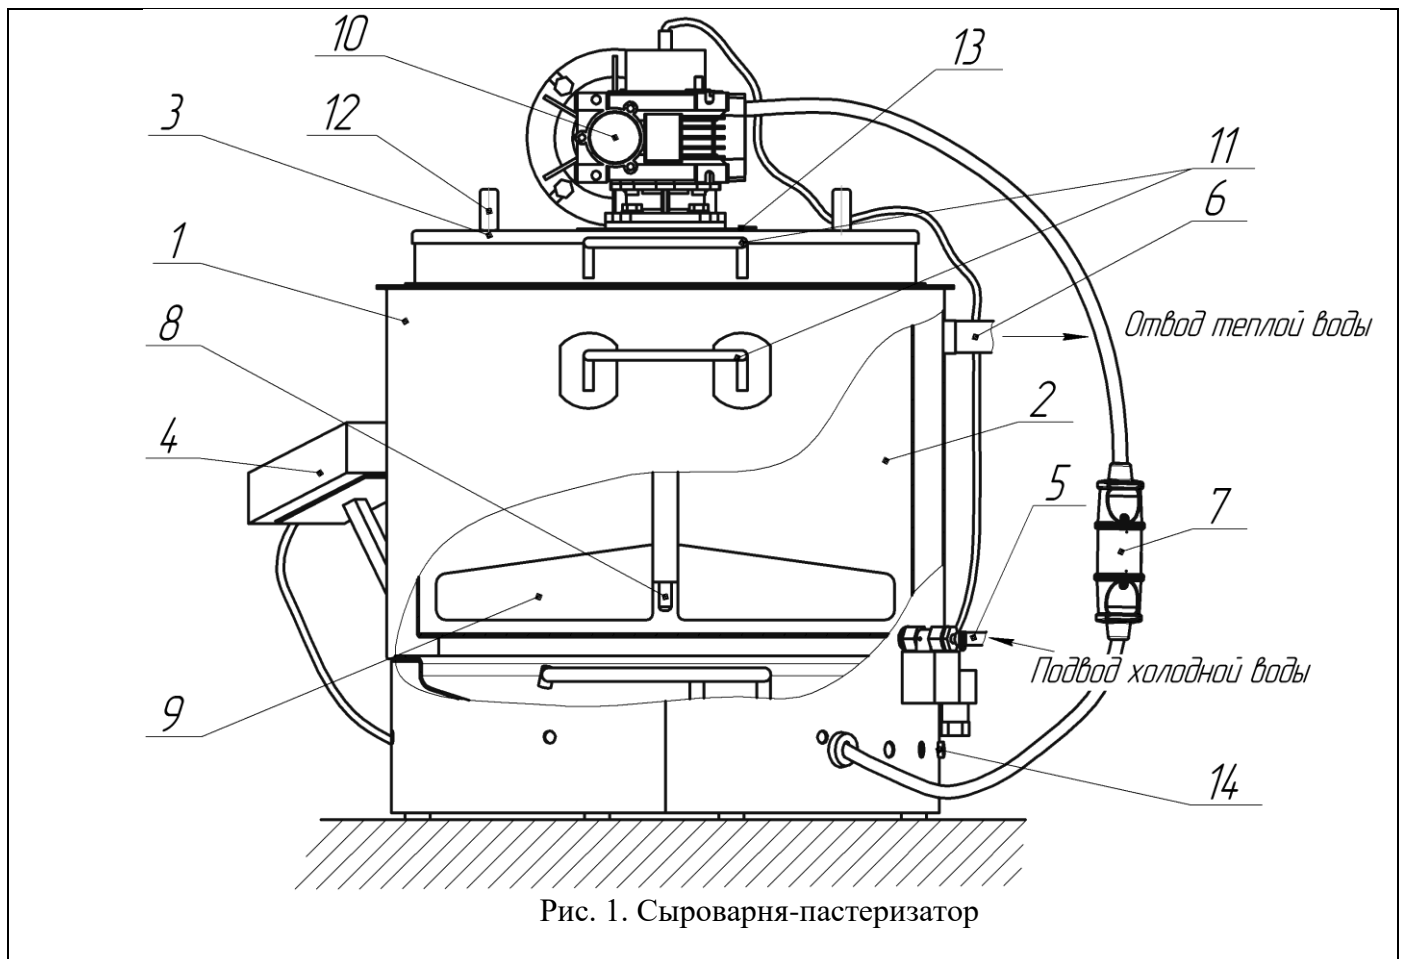
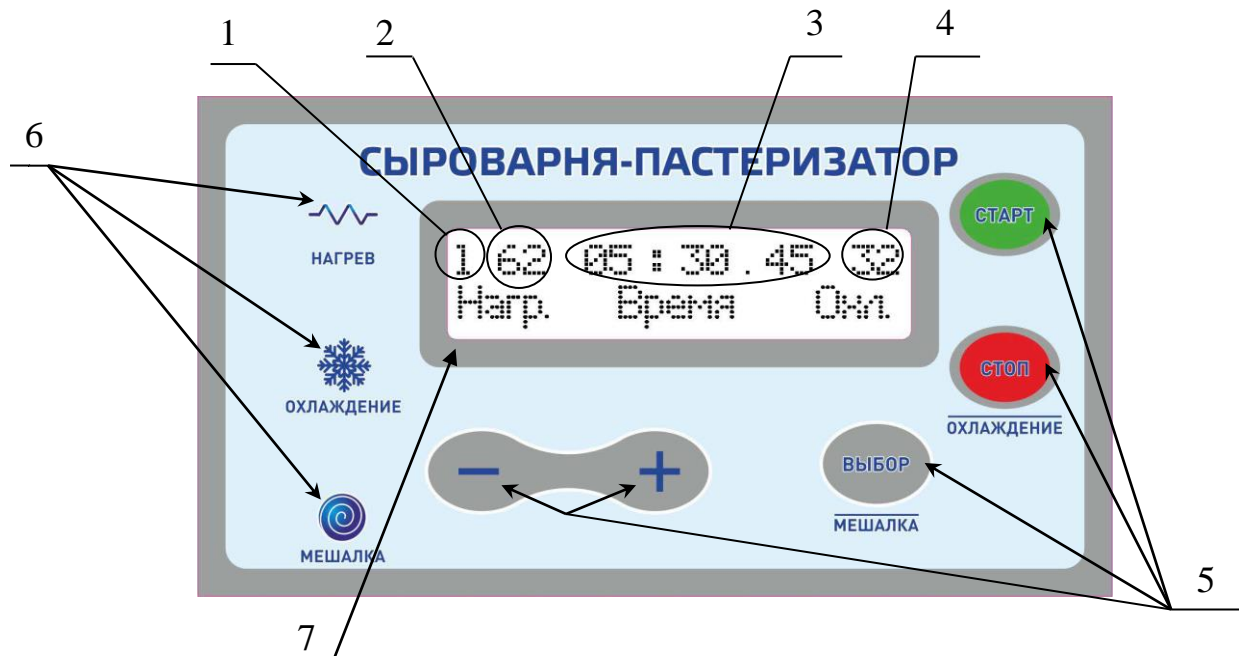

Рис. 1. Сыроварня-пастеризатор
Рис. 2. Лицевая панель ЭБУ
5.1 ЭБУ (рис. 2) предназначен для автоматизации процесса приготовления продуктов в сыроварне-пастеризаторе.
5.3 Кнопки управления (поз.5 рис.2):
5.4 Органы индикации единичные индикаторы поз. 6 (рис. 2) и жидкокристаллический дисплей
поз. 7 (рис. 2):
1) Вся информация отображается на жидкокристаллическом дисплее поз.7 (рис. 2).
2) Единичные индикаторы (поз.6 рис.2):
6.2 Установить сыроварню-пастеризатор на устойчивую ровную горизонтальную опору (рис.1).
6.3 Закрепить ЭБУ 4 (рис.1) на корпусе 1 (рис.1) сыроварни-пастеризатора и соединить разъём на ЭБУ с ответной частью разъёма на корпусе.
6.4 Надеть конец шланга для подачи холодной воды на штуцер 5 (рис.1), второй конец шланга подключить к сети водоснабжения и закрепить шланг хомутами. Надеть сливной шланг на штуцер 6 (рис.1) и закрепить хомутом, **установить его таким образом, чтобы свободный конец сливного шланга был на 40 см ниже сливного штуцера, сливной шланг не должен содержать изгибов и витков. Запрещено перекрывать верхний сливной штуцер и сливной шланг!**
6.6 В зависимости от выбранной рецептуры залить необходимое количество молока во внутреннюю емкость 2 (рис.1), но не более чем 35л, при максимальном наполнении уровень молока должен быть на 3см ниже верхней кромки внутренней емкости. При необходимости использования в работе мешалки или лиры на вал мотора-редуктора 10 (рис. 1), закрепленного на крышке, устанавливается либо мешалка, либо лира.
6.7 Закрыть внутреннюю емкость 2 (рис.1) крышкой 3 (рис.1).
6.8 Подключить питание мотора-редуктора 10 (рис.1) к выносной розетке на корпусе сыроварни-пастеризатора 7 (рис.1).
6.9 Установить датчик температуры 8 (рис.1) в полый вал мотора-редуктора 10 (рис.1).
6.11 **Перед тем как приступить к работе, необходимо заполнить водой внешнюю емкость 1 (рис. 1) (создав таким образом «водяную рубашку») до момента перелива воды через сливной шланг!** Для этого нужно нажать и удерживать кнопку «СТОП/ОХЛАЖДЕНИЕ» (5 рис. 2) пока не загорится индикатор «ОХЛАЖДЕНИЕ» 6 (рис. 2). Когда из сливного шланга польется вода кратковременно нажать кнопку «СТОП/ОХЛАЖДЕНИЕ», индикатор «ОХЛАЖДЕНИЕ» погаснет.
6.12 На дисплее ЭБУ поз. 7 (рис. 2) выводится меню задания режимов работы. **Меню содержит пять режимов, каждый режим состоит из задаваемых трех параметров: температуры нагрева, времени выдержки и температуры охлаждения.** При работе сыроварни-пастеризатора можно использовать как один режим, так и несколько (максимум 5 режимов), для приготовления нужного продукта.
– выбираем режим номер «1», для этого кнопкой «ВЫБОР» помещаем курсор в поз. 1 (рис. 2) и кнопками «-» и «+» устанавливаем значение «1» (изменяемое значение подсвечивается курсором);
– нажатием кнопки «ВЫБОР» переходим к выбору температуры нагрева поз. 2 рис. 2 (изме-
– кнопками «←» и «+» выставляем температуру нагрева поз.2 (рис. 2);
– нажатием кнопки «ВЫБОР» переходим к выбору времени выдержки поз. 3 (рис. 2) заданной температуры (переход между часами, минутами и секундами производится также, кнопкой «ВЫБОР» (изменяемое значение подсвечивается курсором);
– нажатием кнопки «ВЫБОР» переходим к выбору температуры охлаждения поз. 4 (рис. 2);
– кнопками «←» или «+» выставляем температуру охлаждения поз. 4 (рис. 2) (изменяемое значение подсвечивается курсором).
6.13 Для запуска режима работы «1» переводим курсор в положение выбора номера режима поз. 1 рис. 2.
— засветится индикатор «НАГРЕВ» поз. 6 (рис. 2);
— по истечении времени выдержки, сыроварня-пастеризатор перейдет в режим охлаждения, откроется клапан подачи воды в водяную рубашку, засветится индикатор «ОХЛАЖДЕНИЕ» поз. 6 (рис. 2);
Категорически запрещается открывать крышку с включенной мешалкой/лирой! Смену мешалки на лиру необходимо производить при отключенном питании мотора-редуктора мешалки от сыроварни поз.7 (рис.1)!
7.1 Для однократного нагрева без выдержки по времени и охлаждения необходимо: перевести курсор к выбору температуры нагрева поз. 2 рис. 2, кнопками «←» или «+» выставить требуемую температуру и не перемещая курсор нажать кнопку «СТАРТ» (3-4 сек). Прозвучит звуковой сигнал и начнется нагрев, по достижении установленной температуры прозвучит звуковой сигнал, нагрев прекратится.
охлаждения поз. 4 рис. 2, кнопками «←» или «+» выставить требуемую температуру и не перемещая курсор нажать кнопку «СТАРТ» (3-4 сек). Прозвучит звуковой сигнал и начнется охлаждение, по достижении установленной температуры прозвучит звуковой сигнал, охлаждение прекратится.
7.3 Для выдержки заданное время без поддержания температуры (таймер): перевести курсор к выбору времени поз. 3 рис. 2, кнопками «←» или «+» выставить время и не перемещая курсор нажать кнопку «СТАРТ» (3-4 сек). Прозвучит звуковой сигнал и начнется обратный отсчет, по достижении нулевых значений прозвучит звуковой сигнал.